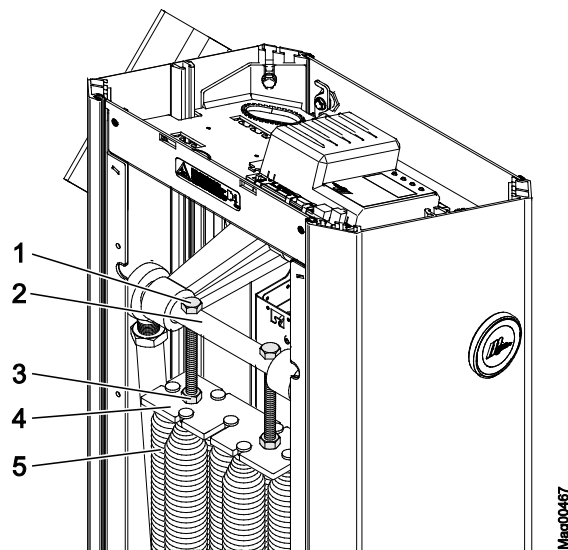

Bild 39: Ställa in balansfjädrar Access XL2 och Access XXL
6. Lossa M16-muttrarna (Bild 39, pos. 3) samtidigt.